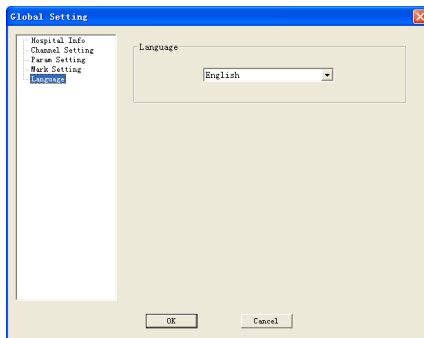

Figura 5.31
- 5) Configure el idioma en el menú "Idioma", como se muestra en la Figura 5.31.